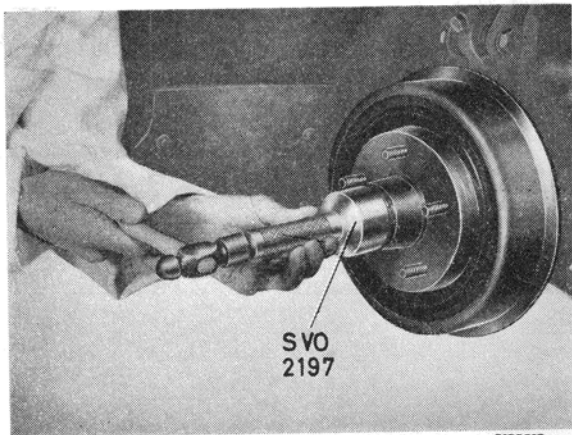

Bild 10. Montering av fettkapsel.
11. Fyll fettkapseln till hälften med fett och montera den med dorn SVO 2197 (bild 10).